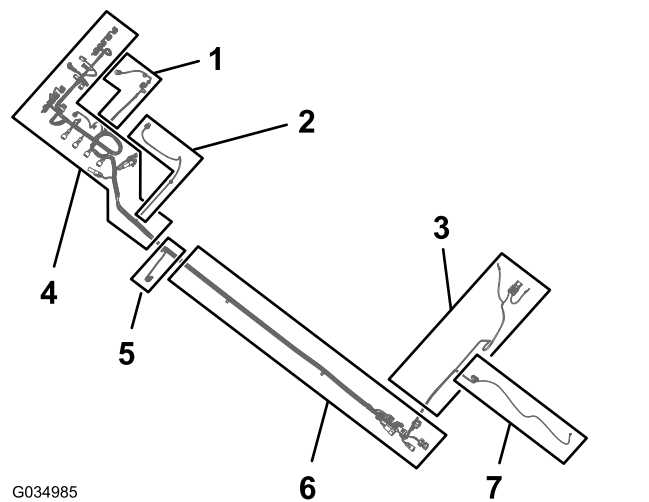

Figura 83
1. Individuate la diramazione da 165 cm e la diramazione da 203 cm del nuovo cablaggio elettrico (Figura 83).